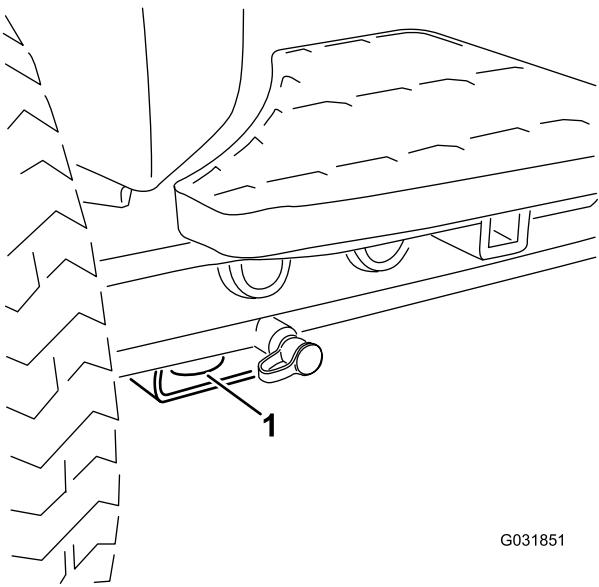

Figura 65
- **Parte delantera de la máquina** – el orificio del bloque rectangular, debajo del tubo del eje, al interior de cada rueda delantera (Figura 65).